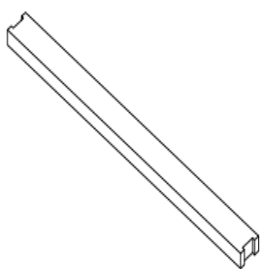

图 1 实木支撑架
- 吊车卸货：将吊装带固定在实木支撑架卡扣中（图 1、2），一次只允许吊装 1 托组件。吊装前确认托盘和纸箱是否有破损及吊装的绳索是否结实、牢固。吊装快着地时，两人一人一边扶正纸箱轻轻放在项目地相对平坦的位置上。